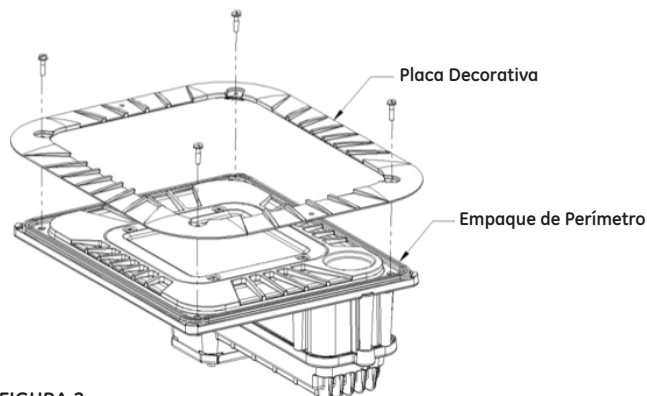

FIGURA 2
- B. Remueva los 4 tornillos de la luminaria para remover la placa decorativa. Ponga la placa decorativa y los tornillos en otro lado para su uso posterior. (Vea la figura 2)